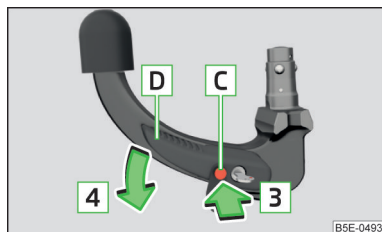

Fig. 299
- Presionar el perno de desbloqueo **C** el sentido de la flecha **3** hasta el tope y al mismo tiempo presionar la palanca de mando **D** el sentido de la flecha **4** hasta el tope » fig. 299.